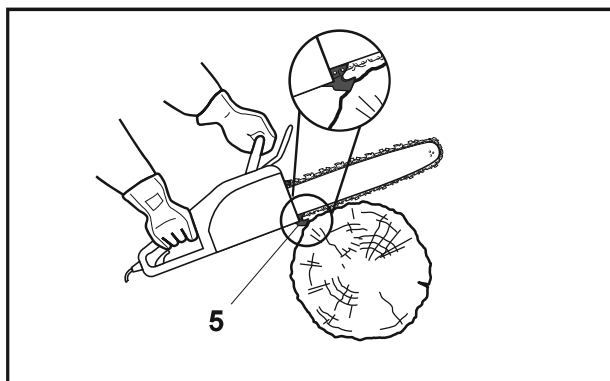

Fig. 18
- Asegúrese de que la cadena (12) está funcionando a toda velocidad antes de entrar en contacto con la madera. Utilice el paragolpes con púas (5) para fijar el producto en la madera antes de comenzar a cortar y utilícelo como punto para hacer palanca al cortar (Fig. 18).